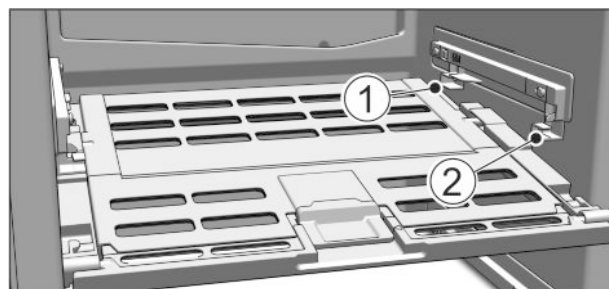

Fig. 75
- ▶ A zöldséges & gyümölcsös rekesz fedelének behelyezése: Alulról vezesse be a fedél bordáit a hátsó tartóba Fig. 75 (1), elől pedig pattintsa be őket a tartóba Fig. 75 (2).